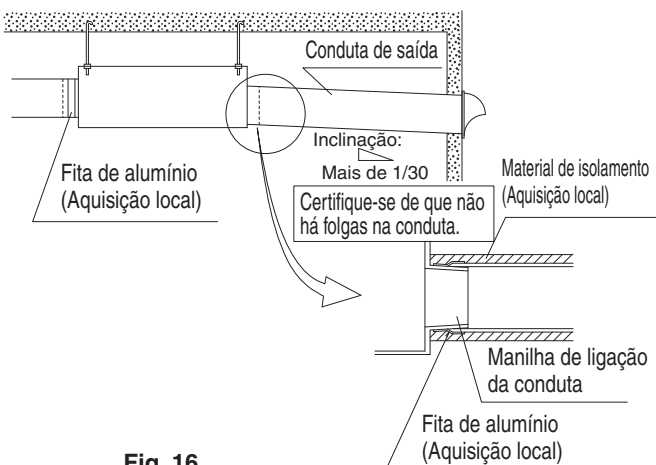

Fig. 16
- Para impedir fugas de ar, enrole uma fita de alumínio à volta da secção depois de a manilha de ligação da conduta e conduta serem ligadas. **(Consulte a Fig. 16)**
- Instale as duas condutas exteriores com pendência (inclinação de 1/30 ou mais) para impedir que as águas pluviais entrem na unidade. Além disso, isole as três condutas (condutas exteriores e conduta de ar de fornecimento interior) para impedir a condensação de gotas. (Material: Lã de vidro de 25 mm de espessura) **(Consulte a Fig. 16)**
- A utilização de condutas flexíveis ou silenciosas pode ser eficaz na redução do som da descarga de ar do ar de fornecimento para o compartimento (SA). Escolha os materiais tendo em conta a potência da ventoinha e som de funcionamento da unidade. Consulte o seu revendedor local para a selecção.
- Defina o passo ente a saída de ar de exaustão (EA) e a entrada de ar exterior (OA) para 3 vezes o diâmetro da conduta.